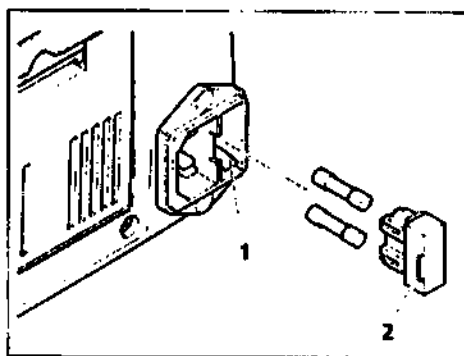

Рисунок 5-1. Замена предохранителей в штативе
- Извлеките патрон предохранителя (рисунок 5-1/2), вытянув его. Используйте маленькую отвертку при необходимости.
- Поставьте на место патрон предохранителя в блок плавких предохранителей (рисунок 5-1/1).